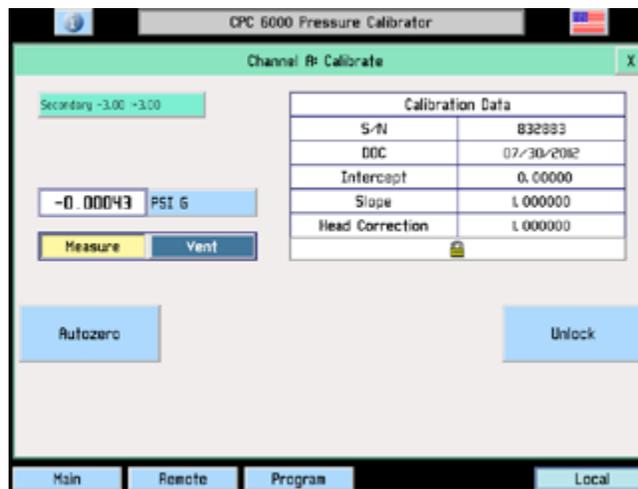

图 10.6.1A - 校准数据屏幕（锁定）
1. 按下 [Calibrate] 键，出现与图 10.6.1A 类似的校准数据屏幕。请注意键锁。